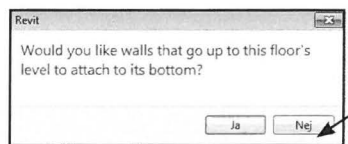

Fig. 07.45. Vælg Nej!
- Klik Nej til spørgsmålet (Fig. 07.45).